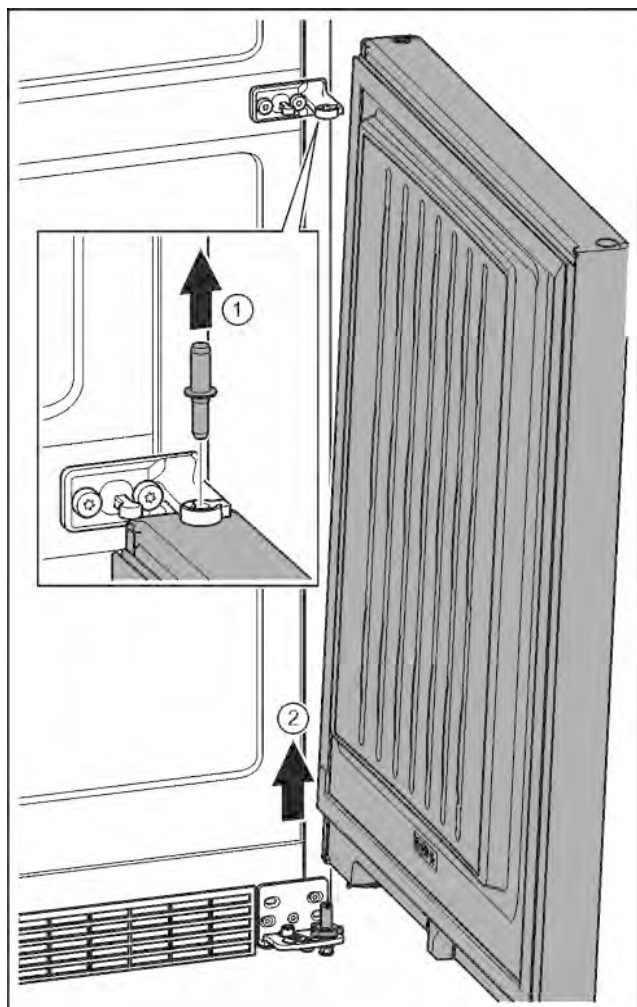

Fig. 11
- ▶ Izvucite svornjake prema gore. Fig. 11 (1)
- ▶ Podignite vrata, povucite ih prema gore i stavite ih na stranu. Fig. 11 (2)